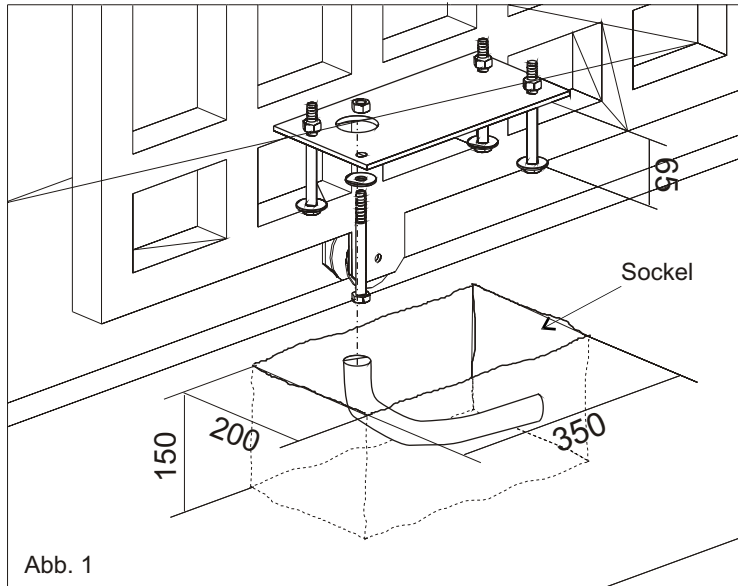

Abb. 1
2.1. Einen Zementausguss gemäß den vorgegebenen Maßen in Abbildung 1 vornehmen, in dessen Mitte eine Grundplatte und die Verankerungsbolzen eingemauert werden.